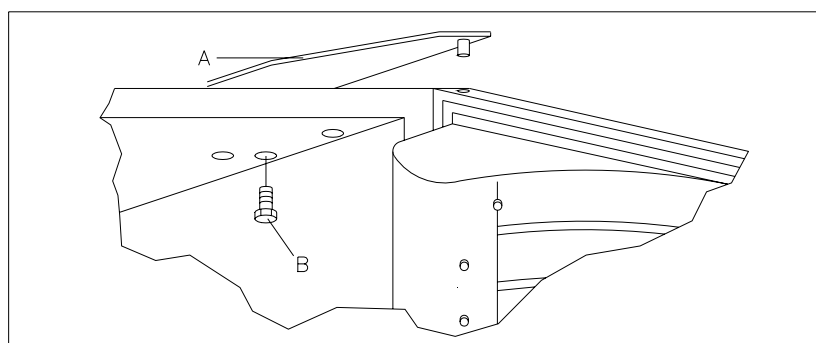

ABB. 15
- 3) Die Münzgerättür öffnen und die Schutzvorrichtung ABB. 15 abnehmen; die entsprechenden Befestigungsschrauben mittels eines Schraubenziehers lockern.
- 5) Nach Abnehmen aller elektrischen Kabel die Position des oberen Türscharniers und die Schrauben (B) mittels eines 13mm-Schlüssels lockern, um dann die Trommel (A, ABB. 15) entfernen zu können. (Es ist ratsam, daß eine zweite Person die Tür hält, während sie abgenommen wird) Die Tür nun auf Holzblöcke oder ein Fußbrett legen.
- 8) Die Platte A ABB. 15 und das Türschloß regeln, um die richtige Fluchtung der Tür zu gewährleisten und den Druck auf die Türdichtung zu regeln.